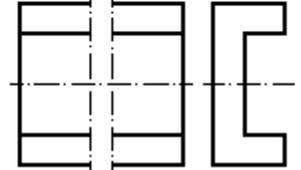

FIGURA 9
g) Cuando las piezas tengan una configuración uniforme, la rotura podrá indicarse con una línea de trazo y punto fina, como las líneas de los ejes (figura 9).